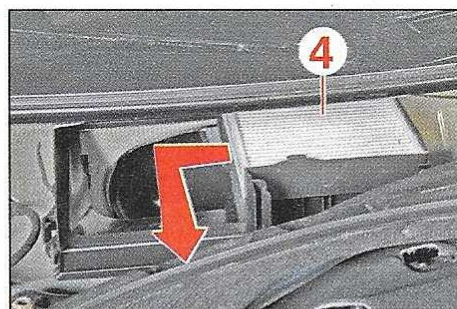

FIG.3
- Extraire le premier filtre (3) en le tirant vers soi.
- Sortir le second filtre (4) en le décalant latéralement puis en le tirant vers soi (Fig.3).